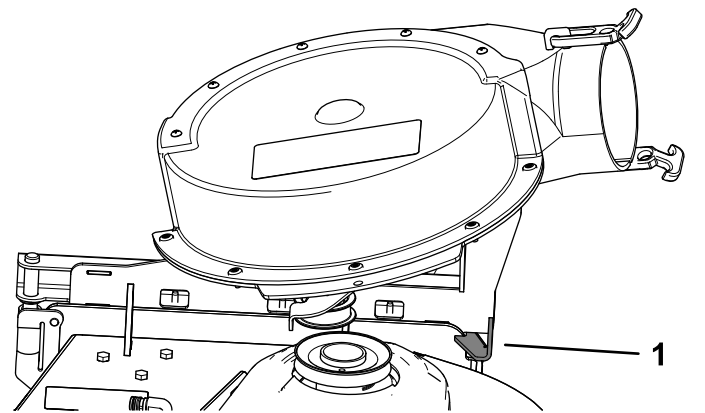

Figura 25
**Nota:** El soplador debe bloquearse automáticamente, como se muestra en la Figura 25.